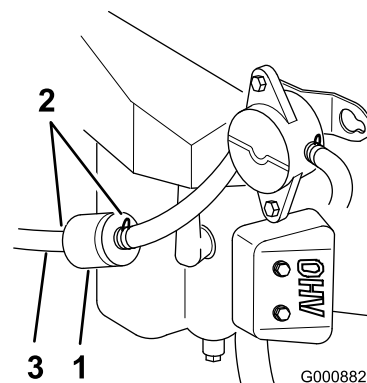

Figura 37
5. Allentate la fascetta stringitubo e spostatela in alto sul tubo del carburante, lontano dalla valvola di intercettazione del carburante (Figura 37).
6. Togliete i tubi del carburante dal filtro del carburante (Figura 37).
4. Premere le estremità delle fascette stringitubo ed allontanarle dal filtro (Figura 37).
6. Montare un nuovo filtro ed avvicinare le fascette stringitubo al filtro (Figura 37).